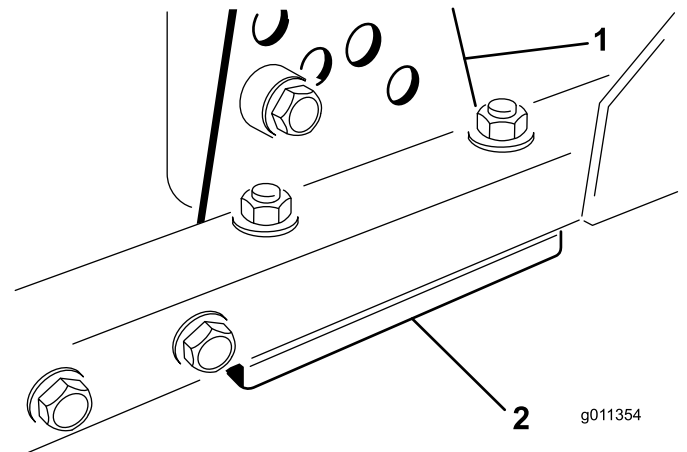

図 128
1. 刈り高ブラケット前、左、右のうち1つをカッティングユニットのフレームから外す 図 128。
2. カッティングユニットのフレームとブラケットとの間に厚さ 1.5 mm または 0.7 mm のシム、場合によってはこれらの両方を挿入して、希望する刈高を達成する 図 128。